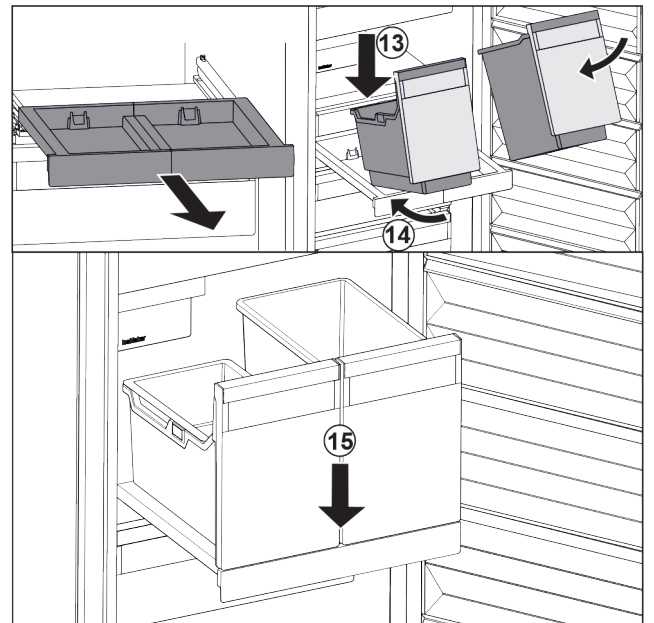

Fig. 124
- ▶ 将容器斜放在拉出式搁板上。 Fig. 124 (13)
- ▶ 将容器斜着向后推入。 Fig. 124 (14)
- ▶ 放下容器前部。 Fig. 124 (15)